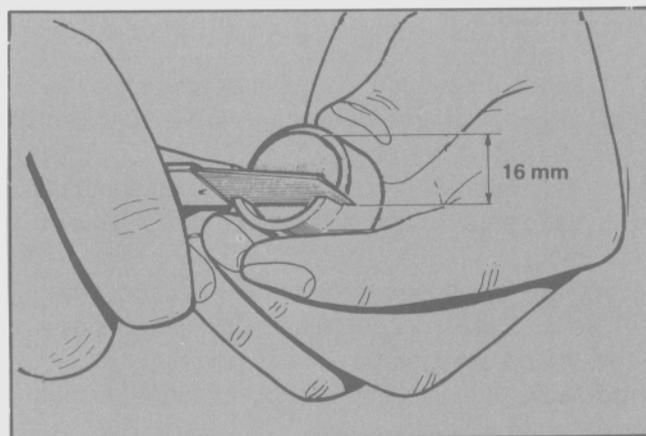

Fig. 13 - Preparación de la tapa para aplicar el imprimador
- Adecuar la tapa, al borde en el que se va a aplicar, para conseguir el ancho de imprimador recomendado (Fig. 13).